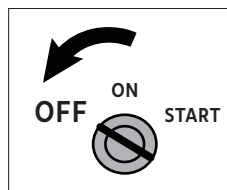

Fig. 25
5. Posicione o interruptor do motor na posição "OFF" [Fig. 25].